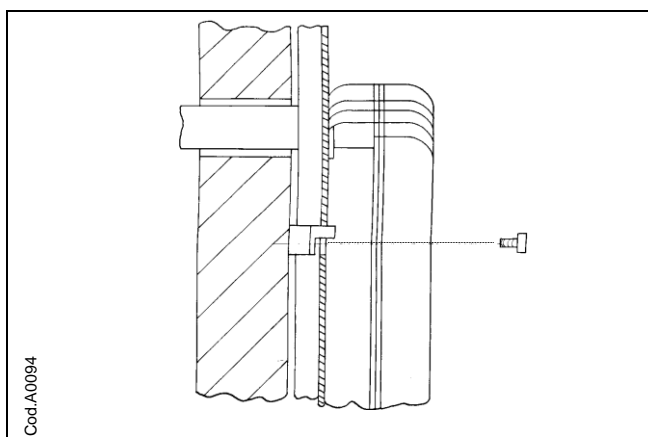

Fig. 8
9. Før aftræks-/frisklufttrøret ud gennem væggen og monter radiatoren på beslaget med de to medfølgende skruer (se fig. 8).